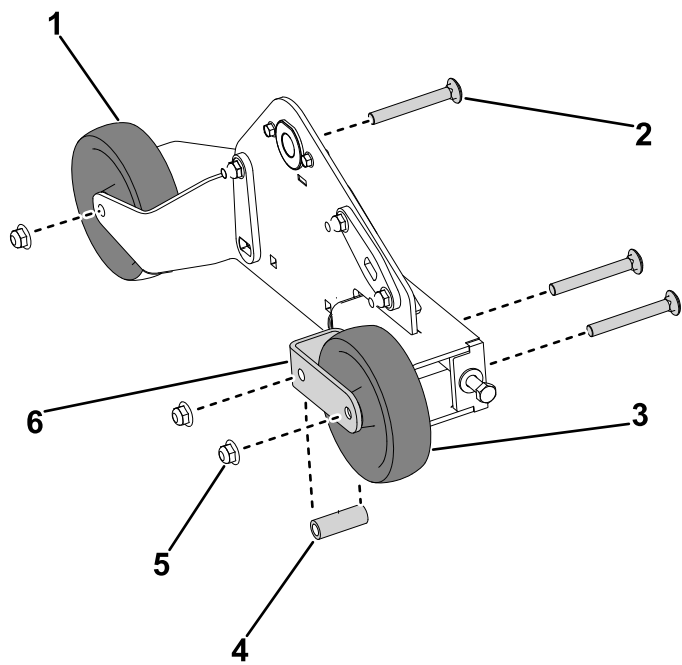

Figura 30
6. Instale la horquilla de bogey que conservó en la sujeción de la oruga y fíjela provisionalmente con el perno de cuello cuadrado ($\frac{3}{8}" \times 1"$) y la contratuerca ($\frac{3}{8}"$) (**Figura 30**).
7. Instale la rueda bogey derecha que conservó en la horquilla de bogey y la sujeción de la oruga y fíjela provisionalmente con el perno de cuello cuadrado ($\frac{3}{8}" \times 1"$), el casquillo del tensor y la contratuerca ($\frac{3}{8}"$) (**Figura 30**).
8. Instale la rueda bogey izquierda en la sujeción de la oruga y fíjela con el perno de cuello cuadrado ($\frac{3}{8}" \times 1"$), el casquillo del tensor y la contratuerca ($\frac{3}{8}"$) (**Figura 30**).